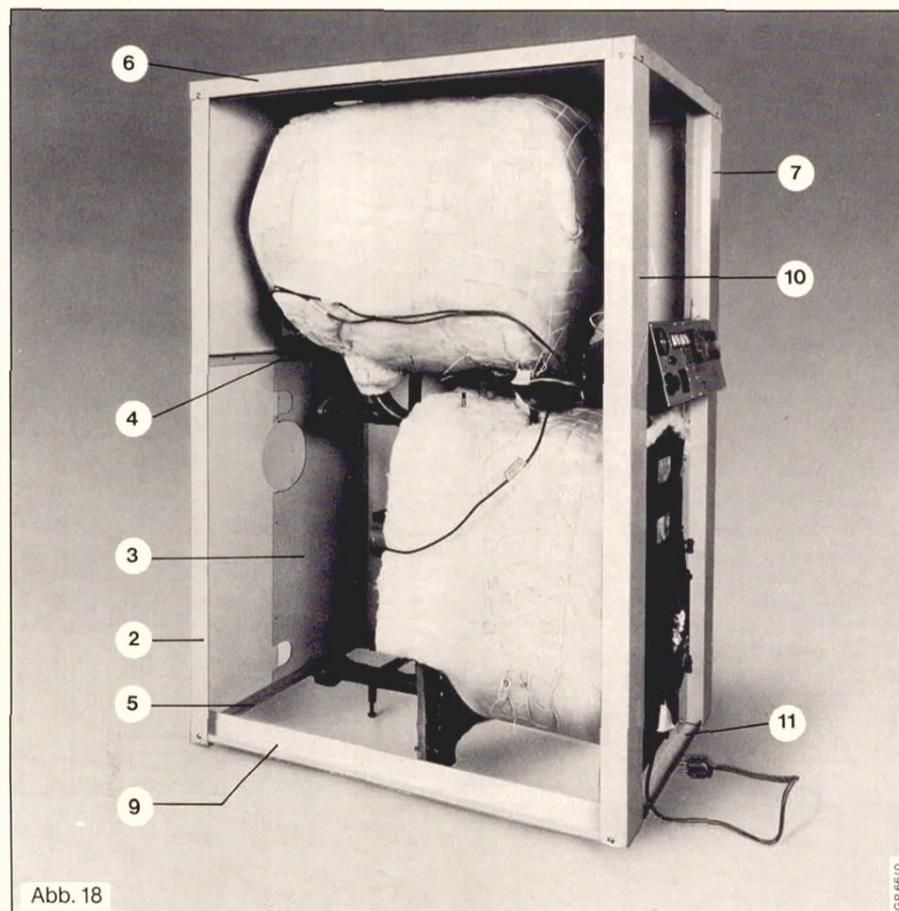

Abb. 18
Kapillarfühler entsprechend Abb. 18 Von dem Kesselschaltpult zu den entsprechenden Tauchhülsen führen. Fühler einstecken u. sichern. Die Griffe an den Seitenverkleidungssegmenten (9) mit Blechschrauben befestigen. Die Seitenverkleidungssegmente (1) einsetzen, zuletzt die Segmente mit dem Griff. Seitenverkleidungssegmente mit den Flügelschrauben leicht anziehen.